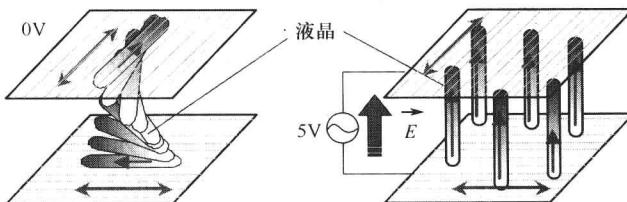

图 1-1 外加电场后液晶分子排列的变化及“电—光效应”
(1) 最常用的液晶形态为向列型液晶，由细长的棒状分子(长宽在纳米数量级)组成，各棒状分子长轴平行，指向某一方向，或分子长轴方向不完全相同，但宏观上有某一平均方向。正是由于液晶分子有指向性排列这一特点，使其物理参数在分子长轴方向及其垂直方向取不同值。液晶分子的排列结构不像晶体结构那样坚固，在电场、磁场、温度、应力等外部条件的影响下，很容易发生再排列，使液晶的各种光学性质随之发生变化。液晶这种各向异性及其分子排列易受外加电场、磁场的控制的特性，正是液晶能用于显示器件的物理基础。
(2) 液晶分子长轴方向的介电常数与短轴方向的介电常数是不一样的，在外加电场作用下，液晶分子的排列状态会发生变化，如图 1-1 所示。这种由于外加电场的作用使液晶分子排列变化而引起液晶光学性质(透光度)改变的现象，称为液晶的“电—光效应”。利用液晶的“电—光效应”，可控制显示屏上每个像素的光强而形成所需图像或文字，从而制成液晶显示器件。